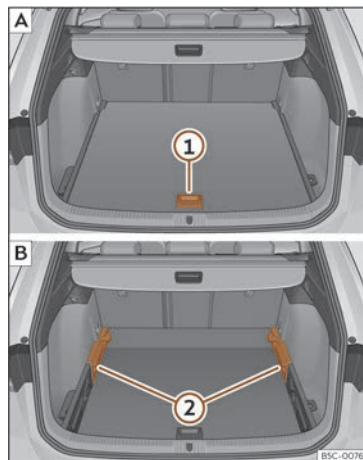

Fig. 125 Terra variable del maleter: **A**) posició alta; **B**) posició baixa.
- Per passar de la posició baixa a l'alta, aixequu el terra per l'agafador»» **fig. 125** **1** i estireu-lo cap enrere fins que la part davantera del terra sobrepassi totalment els suports»» **fig. 125** **2**.
- Per passar de la posició alta a la baixa, aixequu el terra per l'agafador»» **fig. 125** **1**, estireu-lo cap enrere fins que la part davantera del terra sobrepassi totalment els suports»» **fig. 125** **2**.
- Amb el terra variable en posició alta, aixequu-lo per l'agafador» fig. 125 ①, estireu-lo i empenyeu-lo cap al respall dels seients posteriors fins que es plegui per la línia de frontissa i la part mòbil del terra hi descansi a sobre.